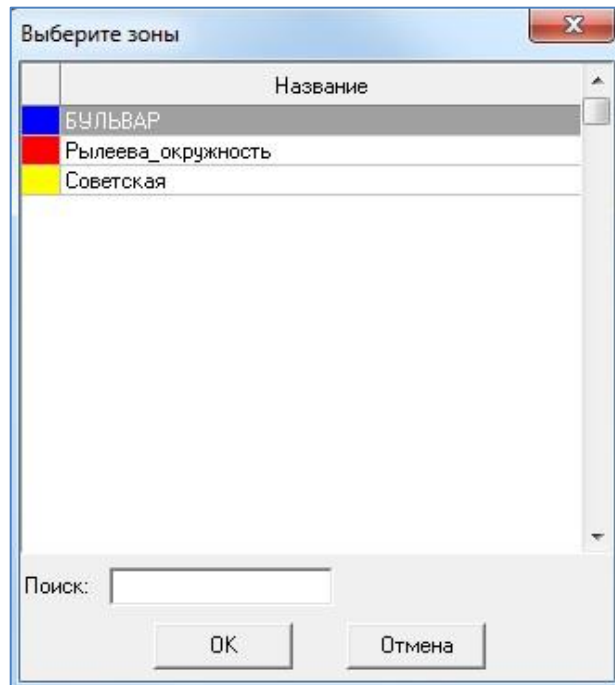

Рисунок 52 – Форма «Выберите зоны»
2.1 нажать кнопку . ПОК предоставляет форму «Выберите зоны» (см. Рисунок 52).